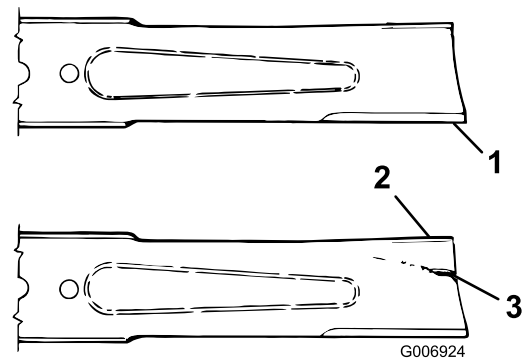

Bild 97
3. Prüfen Sie die Schnittkanten des Messers sorgfältig, insbesondere dort, wo die geraden Flächen die gebogenen berühren (**Bild 97**).
4. Wenn Sie Abnutzungen (**Bild 97**) feststellen, sollten Sie das Messer auswechseln, siehe Warten des Messerniveaus \(Seite 68\)